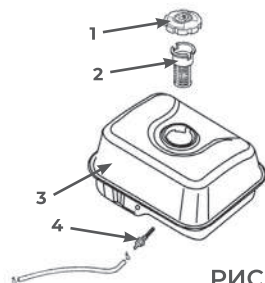

РИС. 11
- Сетчатый фильтр в заливной горловине (2) – предотвращает попадание крупных загрязнений при заправке.
- Фильтр на выходном штуцере внутри бака (4) – тонкая фильтрация перед подачей топлива в карбюратор (Рис. 11).